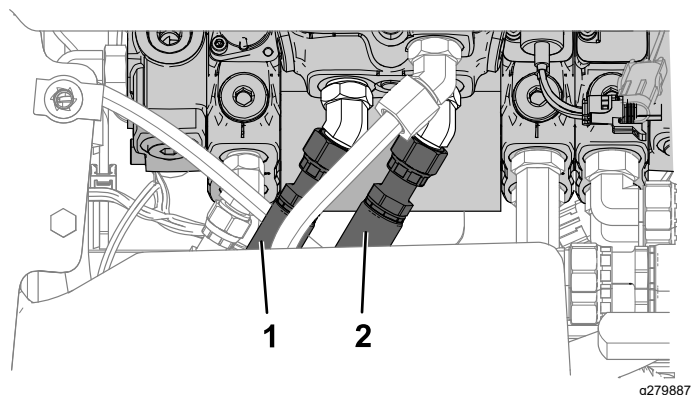

**Figure 18**
2. Branchez les raccords droits sur les orifices libres de la vanne du levier de commande hydraulique (Figure 18).